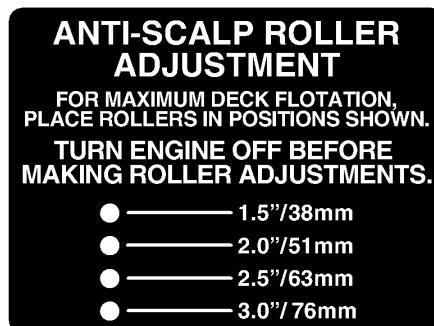

図 13
2. 設定した刈高に一番近い数値の穴を、芝削り防止ローラの取り付け穴とする(図13)。